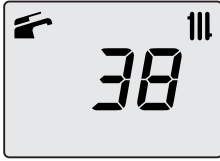

Figura 2.3
- El display LCD muestra la temperatura de la caldera (circuito primario) y los símbolos  y  (Figura 2.3).